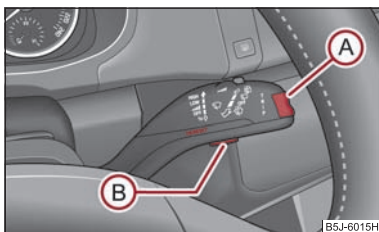

Fig. 21 Display-ul cu informații:
- **MAIN MENU (MENIUL PRINCIPAL)** se activează prin apăsarea tastei basculante (A) ⇒ fig. 21 mai mult de 1 secundă.
- De la tasta basculantă (A) puteți selecta punctele de meniu. După scurta apăsare a tastei (B) se afișează informația selectată.